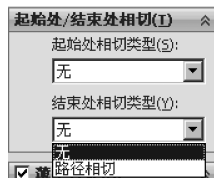

图 3-10 【结束处相切类型】选项
- 2) 【结束处相切类型】：与【起始处相切类型】的选项相同，如图 3-10 所示，不再赘述。